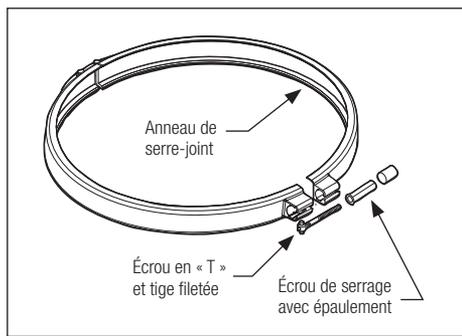

Figure 9. Anneau de serre-joint du filtre
3. Placer l'ensemble écrou en « T » et tige filetée sur le serre-joint. S'assurer que l'écrou en « T » est placé sur le serre-joint selon l'orientation appropriée. Voir la Fig. 9.
4. Utiliser une douille de 9/16 po sur l'écrou de serrage jusqu'à ce que les deux moitiés du serre-joint se touchent ou sont à 1/16 po l'une de l'autre, voir la Fig. 9, *mais ne pas trop serrer, car le serre-joint peut se briser*. S'il n'est pas possible de serrer, tel qu'indiqué, ne pas faire fonctionner le filtre et faire venir immédiatement un technicien d'entretien.
3. Vérifier que le serre-joint du réservoir est correctement placé et serré Voir les fig. 9 et 10.